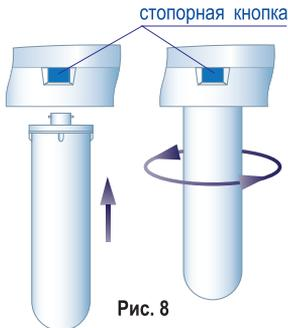

Рис. 8
**Для замены блок-модулей (рис. 8):**